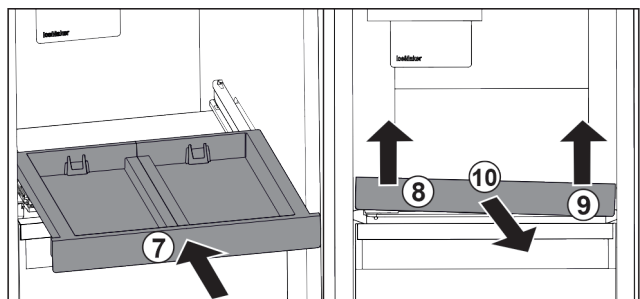

Fig. 106
- ▶ Auszugsbord einschieben. Fig. 106 (7)
- ▶ Auszugsbord vorne links anheben. Fig. 106 (8)
- ▶ Auszugsbord vorne rechts anheben. Fig. 106 (9)
- ▶ Auszugsbord nach vorne entnehmen. Fig. 106 (10)